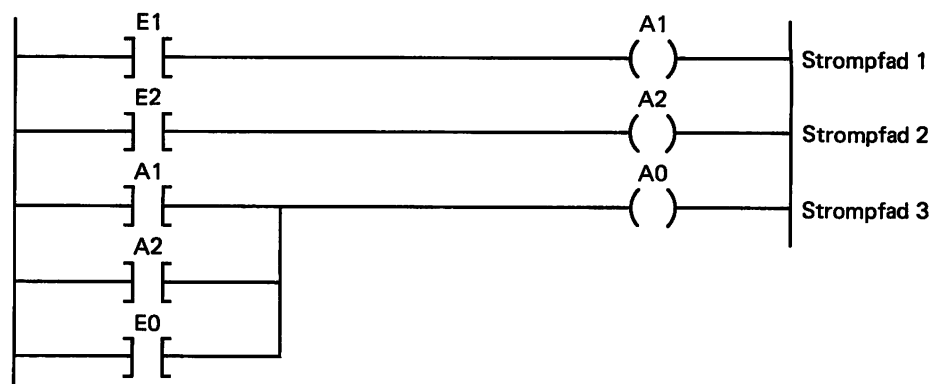

Bild E 8.1
- c) In Bild E 8.1 ist die Aufgabe als Kontaktplan wiedergegeben. Im Strompfad 1 wird E1 dem Ausgang A1 zugewiesen, im Strompfad 2 erfolgt die Zuweisung von E2 auf Ausgang A2. Im Strompfad 3 erfolgt die logische Verknüpfung der Signale. Die Ausgänge sind im Verknüpfungszweig durch Kontakte nachgebildet. Diese Kontakte haben den gleichen Signalzustand wie die zugehörigen Ausgänge. Nach der Eingabe in den Arbeitsspeicher ist Ihr Computer wieder in das Anfangsmenü zurückgekehrt. Über Menü 3 kom-
men Sie zur Ausgabe des Kontaktplans auf dem Bildschirm. Vergleichen Sie Bild E 8.1 mit der Bildschirmdarstellung. Mit „CTRL A“ kommen Sie wieder zurück in das Anfangsmenü.